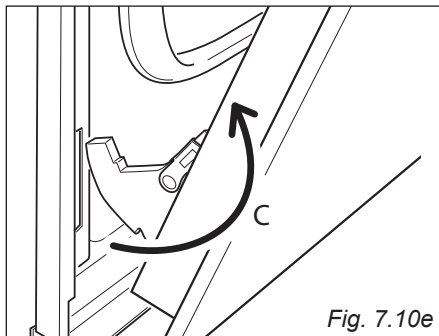

Fig. 7.10e
- Estrarre i ganci delle cerniere dalla loro posizione seguendo la freccia "C" (fig. 7.10e).